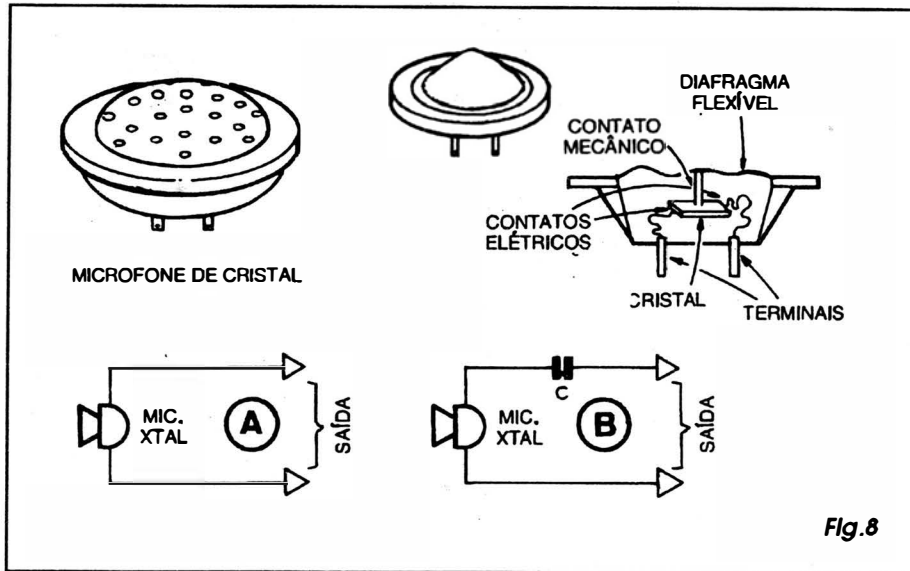

Fig. 8
- FIG. 8 - OS MICROFONES DE CRISTAL - Os chamados microfones de cristal (ou de efeito piezo-elétrico, que em linguagem técnica quer dizer a *lesma lerda*...) funcionam graças a interessantes fenômenos inerentes a certos tipos de cristais (Sais de *Rochelle*): quando submetidos a pressões ou trações mecânicas geram, através de contatos metálicos aplicados aos ditos cristais, tensões elétricas... Essa é a própria essência do que se convencionou chamar de efeito **PIEZO-ELÉTRICO**, muito aplicado em diversos outros componentes eletrônicos, principalmente no campo dos transdutores (não só de som...). Na construção do microfone de cristal, o bloco interno do cristal que mostra o dito efeito piezo-elétrico é solidário com uma membrana ou diafragma flexível... Este reage mecanicamente às pressões e descompressões que formam a energia sonora manifestada no ar ambiente, transmite tais movimentos ao cristal e este mostra, nos terminais metálicos a ele acoplados, os sinais elétricos correspondentes... Em 8-A vemos a conexão de uso mais comum para os microfones de cristal, que graças à sua impedância relativamente elevada, podem muitas vezes ser ligados diretamente aos circuitos que utilizarão os si-